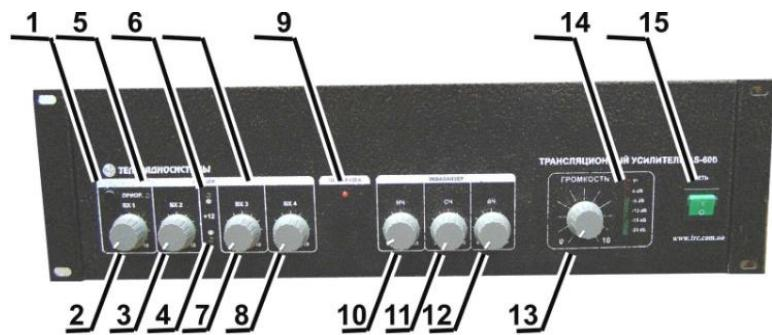
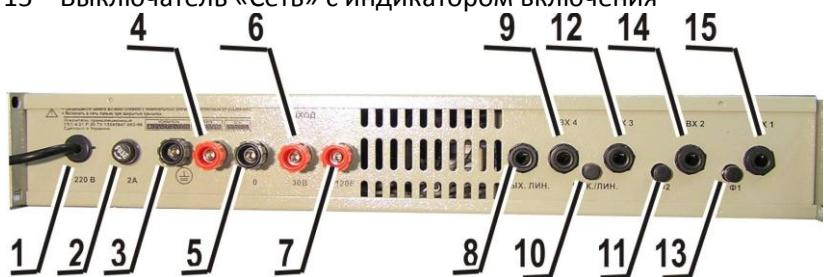

Рис. 1. Вид передней панели УМ спереди.
Рис. 2 Вид задней панели усилителя AS-100
Приоритет активизируется при нажатии кнопки (рис.1,поз.1) на передней панели усилителя. При этом загорается индикатор включения приоритета (рис.1,поз.5).
Усилитель содержит трёхполосный регулятор тембра (рис.1,поз.10-12), позволяющий изменять тембровую окраску сигнала и эффективно корректировать амплитудно-частотную характеристику входных звуковых сигналов.
Перегрузка входных каналов индуцируется красным светодиодом (рис.1,поз.9) на передней панели усилителя .
Для визуального определения уровня выходной мощности усилитель имеет ступенчатый индикатор выходного напряжения(рис.1,поз.14) .
2.3.6. Для озвучивания больших площадей возможно каскадирование двух и более усилителей. Для этого к линейному выходу (рис.2,поз.7) ведущего усилителя кабелем подключить линейный вход (рис.2,поз.8,9) ведомого усилителя.
соответствующего входа установить в положение ЛИНИЯ. Включить усилитель и установить общий регулятор громкости (рис.1, поз.) в крайнее правое положение, а регулятором уровня чувствительности соответствующего входа канала выставить номинальное напряжение на выходе усилителя, что определяется кратковременным подсвечиванием красного светодиода в индикаторе (рис1,поз.14), соответствующего уровню 0 дБ;
2.3.4. При работе АС-100 в составе систем оповещения рекомендуется использовать приоритетный вход «Вх1» для подключения источника с наивысшим уровнем приоритета (например микрофонную консоль МК-011, устройства тревожного оповещения). Звуковой сигнал «Вх 1» будет перебивать трансляцию звуковых программ по входам «ВХ 2...ВХ 4» (например, фоновой музыки, рекламных сообщений и т.п.). При этом кнопочный выключатель ПРИОРИТЕТА (рис.1,поз.1) должен быть в нажатом положении. Если кнопка ПРИОРИТЕТА отжата, происходит микширование сигналов по всем входам усилителя «Вх 1...Вх 4». Необходимые уровни сигналов по каждому входу устанавливаются соответствующими регуляторами уровней сигналов (рис.1 поз.1,2,7,8).
2.3.5. Трансляция сообщений с использованием микрофона необходимо подключить микрофон к любому из сигнальных входов ВХ 1, ВХ 2 или ВХ 3(при нажатом кнопочном переключателе. МИКР./ЛИНИЯ (рис.2,поз.12)). Общий регулятор громкости(рис.1,поз.13) установить в крайнее правое положение, а регулятором уровня чувствительности соответствующего входа выставить номинальное напряжение на выходе усилителя, что определяется кратковременным подсвечиванием красного светодиода в индикаторе (рис1,поз.14), соответствующего уровню 0 дБ.
При необходимости, регуляторами тембра(рис.1,поз.10-12) произвести требуемую коррекцию амплитудно-частотной характеристики. Передать речевое сообщение.
2.2.6 Подключить источники сигнала к входам усилителя (рис.2 поз.8-11) с помощью
Первый канал усилителя «Вх.1» (рис.2,поз.11) является чисто микрофонным. При нажатии кнопки включения фантомного питания (рис.2,поз.14) на контакты разъема «Вх.1» (рис.2,поз.) подается напряжение +12В. для питания электретных микрофонов. В случае подключения динамических микрофонов к «Вх.1» усилителя -кнопка фантомного питания должна быть отжата.
Второй канал усилителя «Вх.2» (рис.2,поз.10) является также
микрофонным. В нем отсутствует приоритет. Включение фантомного питания осуществляется кнопкой «Ф2» (рис.2,поз.10), а регулировка уровня чувствительности во втором канале устанавливается регулятором уровня сигнала «Вх.2» (рис.1,поз.3);
Третий канал усилителя «Вх.3» (рис.2,поз.9) является переключаемым – микрофонный/линейный. При нажатой кнопке «МИК./ЛИН.» (рис.2,поз.13) вход третьего канала усилителя AS-100 является микрофонным (только для динамических микрофонов), при отжатой кнопке – линейным. Уровень регулировки чувствительности в третьем канале устанавливается регулятором уровня сигнала «Вх.3» (рис.1,поз.7).
Четвертый канал усилителя «Вх.4» (рис.2,поз.8) является линейным несимметричным. Уровень регулировки чувствительности в четвертом канале устанавливается регулятором уровня сигнала «Вх.4» (рис.1,поз.8).
2.2.7 Подключить необходимые акустические устройства к выходным клеммам (рис.2поз.4-6);
2.2.8.Подключить сетевым шнуром (рис.2поз.1) усилителя с к сети ~ 220 В, 50 Гц .